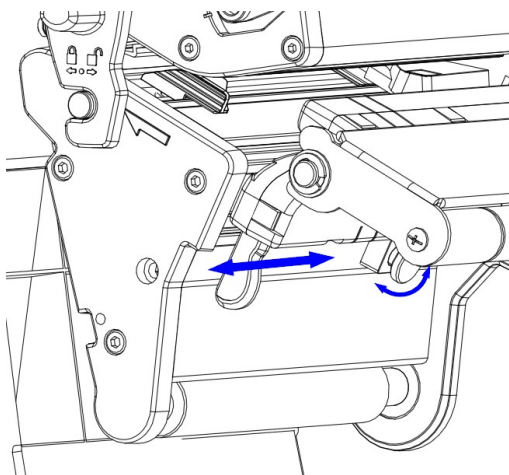
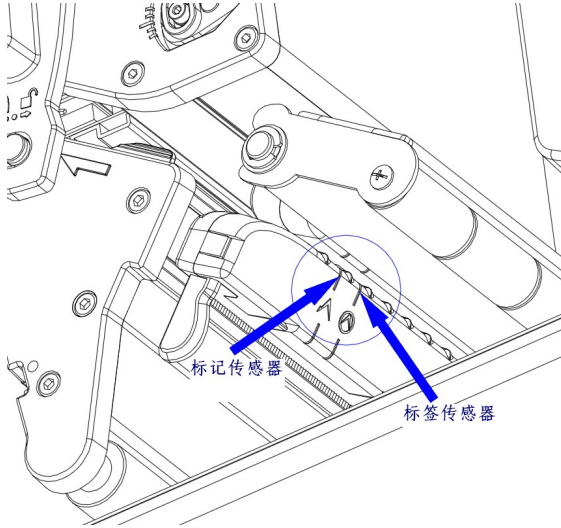

图 3.2.1
图 3.2.2
- 2) 逆时针旋转手拧螺钉，松开传感器限位块；（见图 3.2.1）
- 3) 拉动传感器扳手（如图 3.2.1 标示的方向），移动传感器到要求的位置；（见图 3.2.2）